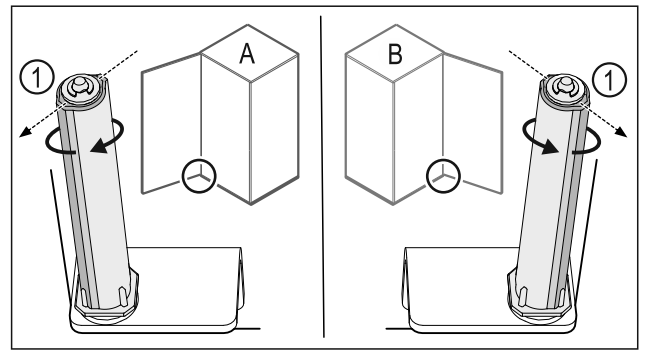

Fig. 41 Vasen rajoitin (A) / oikea rajoitin (B)
- Käännä sulkujärjestelmää vastusta päin, kunnes sulkujärjestelmän Fig. 41 (1) porrastus osoittaa ulospäin.